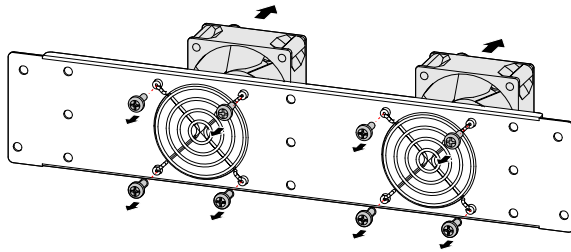

Figura 5-3 Desmonte o ventilador
- Etapa 7 Solte os parafusos que fixam o ventilador e retire-o, conforme mostrado na Figura 5-3.